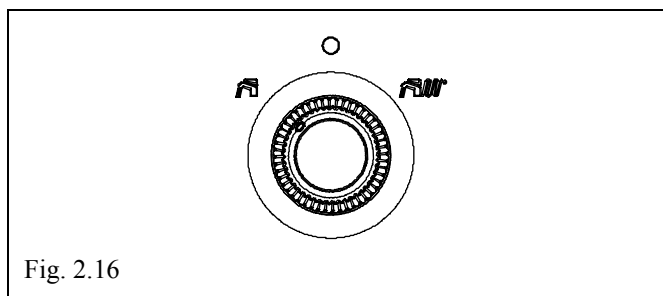

Fig. 2.16
- scollegare la presa di compensazione (4) della valvola gas (solo C.S.I.);
- collegare un capo del manometro alla presa di pressione (2) a valle della valvola gas;
- togliere il cappuccio di protezione della vite di regolazione (3).
- sul pannello di comando portare il selettore di funzione su «» ESTATE (FIG. 2.16);